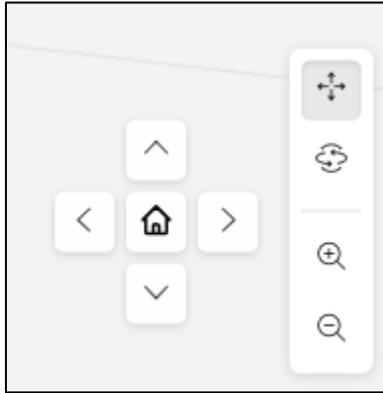

Рисунок 40 – Интерактивные кнопки
2. Виртуальное пространство с 3D-моделью манипулятора – воспроизводит движения настоящего манипулятора в виртуальном пространстве. Обзор 3D-модели манипулятора можно регулировать с помощью нажатой левой кнопки мыши либо интерактивными кнопками (см. Рисунок 40).